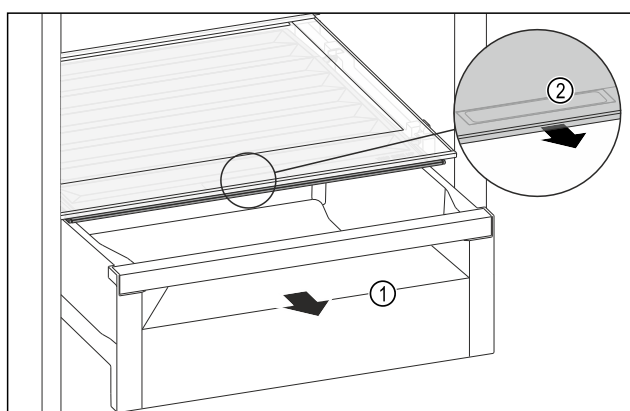

Fig. 188
- Zásuvku Fig. 188 (1) vytáhněte.
- Uchopte prohlubeň pro rukojeť Fig. 188 (2) na víku zásuvky a současně zatáhněte za víko zásuvky směrem dopředu.